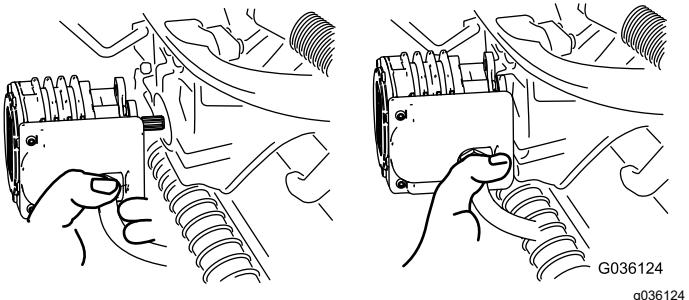

Рисунок 58
5. Переместите электродвигатель на место хранения на передней стороне рычага подвески (Рисунок 58).